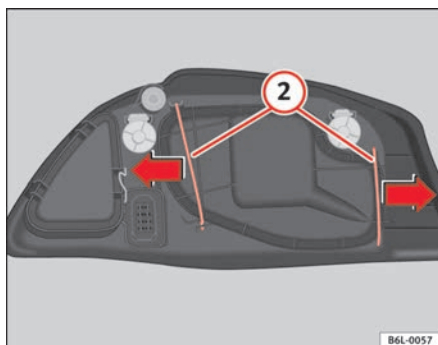

Abb. 150 Glühlampe
- Die Streben ② ⇒ Abb. 150 in Pfeilrichtung herauschieben und den Deckel abnehmen.
- Den Kunststoffdeckel und die Streben ② ⇒ Abb. 150 einsetzen.